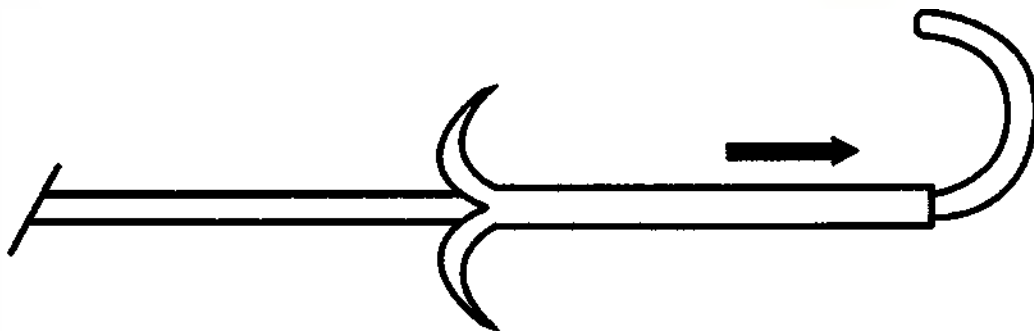

Рис. 1
1. Потяните выпрямитель вперед, чтобы открыть кончик катетера (Рис. 1).